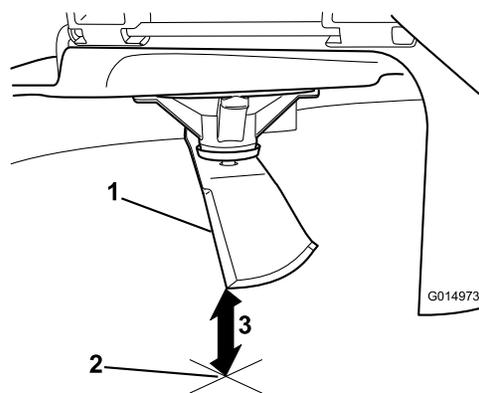

Рисунок 104
3. Измерьте расстояние от конца ножа до плоской поверхности (Рисунок 104).